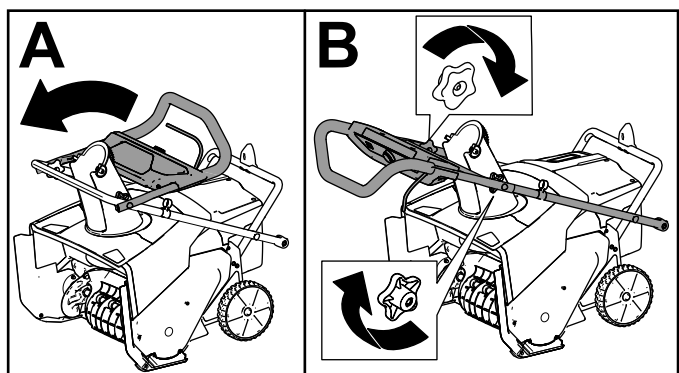

図 4
2. 上部ハンドルを広げ、上部ハンドルノブを所定の位置にカチッとはめ込む 図 4 の A。
3. ハンドルノブを締める 図 4 の B。